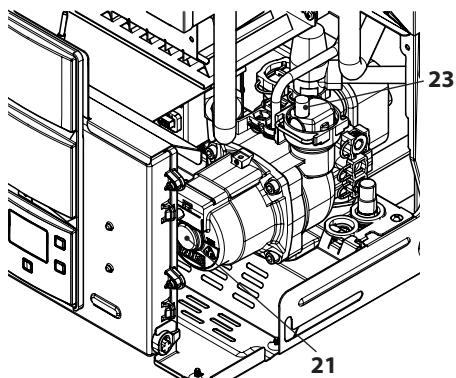

Figura 6.3
- Allentare il tappo della valvola di sfiato automatica 23 in Figura 6.3.
- Togliere il tappo 21 in Figura 6.3 e sbloccare la pompa ruotando il rotore con un cacciavite. Durante questa operazione sfatare la pompa.